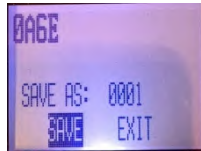

Abbildung 6
- Die Anzeige springt zurück in den Zustand in Abbildung 6, damit Sie schnell weitere Sendeknöpfe und Tasten registrieren können. Wenn keine weitere Eintragung gemacht werden sollen drücken Sie die Taste-2, um die Eingabe zu beenden.